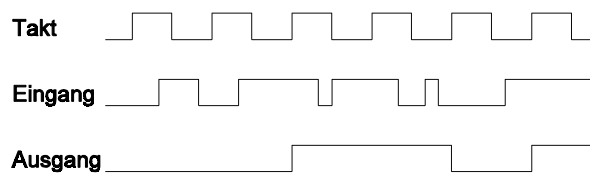

Abb. 4
10. An einem Schaltkreis, der ein Register enthält, messen Sie die in Abbildung 4 gezeigte Signalfolge. Handelt es sich dabei um ein D-Flipflop- oder um ein Latch-Register? (Kurze Begründung.)